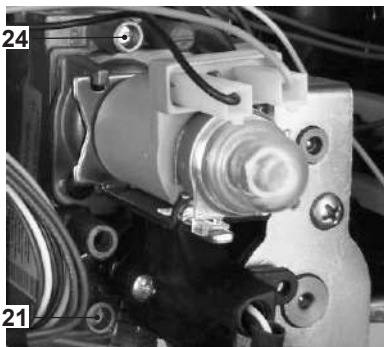

Fig. 7.1
- A caldaia spenta (fuori servizio), controllare la pressione di alimentazione utilizzando la presa 21 in Fig. 7.1 e confrontare il valore letto con quelli riportati nella tabella Pressioni di alimentazione gas nella sezione "Dati tecnici M296.24SVX/.." a pag. 20.
- Richiudere bene la presa di pressione 21 in Fig. 7.1.
- Aprire la presa di pressione 24 in Fig. 7.1 e collegare un manometro.